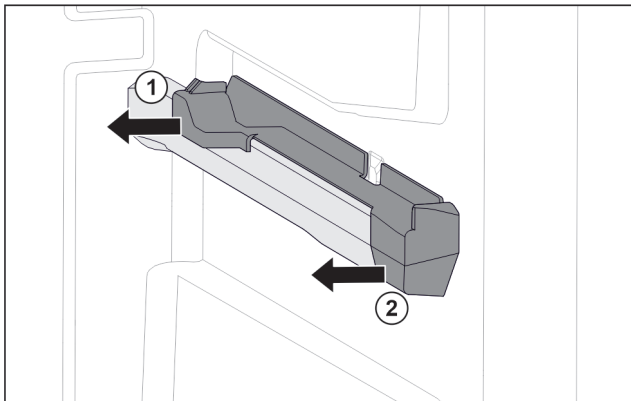

Fig. 84 Élément emboîtable sur la nervure de récipient droite
- ▶ Le retirer sur le côté par l'arrière. Fig. 84 (1)
- ▶ Le retirer sur le côté par l'avant. Fig. 84 (2)